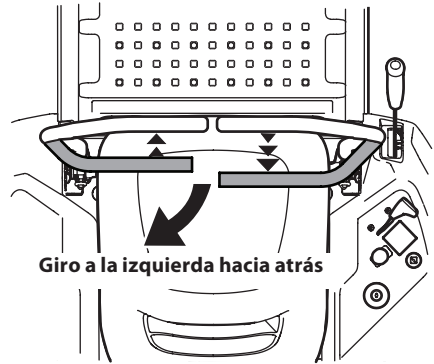

Figura 25
1. Para girar a la izquierda mientras se desplaza marcha atrás, mueva la palanca de control del lado izquierdo hacia adelante respecto de la palanca derecha. Consulte la Figura 25.